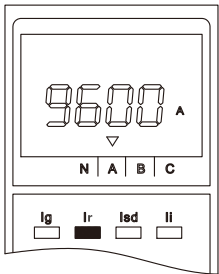
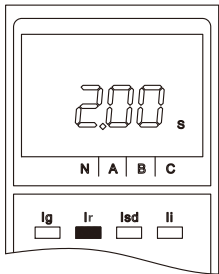

图50 脱扣电流
图51 脱扣时间
④ 脱扣状态：控制器正常运行时，按两下“菜单”键，则显示上一次脱扣信息，1min内自动进入正常运行状态，也可按“返回”键进行复位，详见图50、图51。